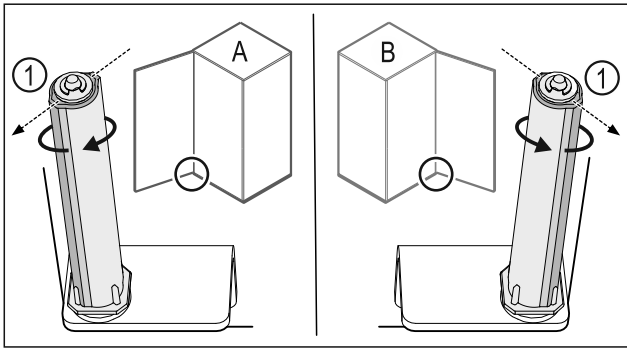

Fig. 39 Battuta di arresto sinistra (A) / battuta di arresto destra (B)
- Ruotare il sistema di chiusura in opposizione alla resistenza, fino a quando la staffa del sistema di chiusura Fig. 39 (1) non punta verso l'esterno.